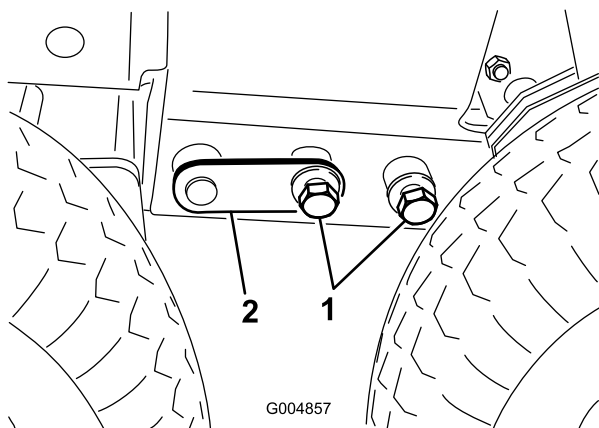

Рисунок 50
14. Отрегулируйте напольный домкрат так, чтобы установить болты (3/4 дюйма) с каждой стороны (Рисунок 50).